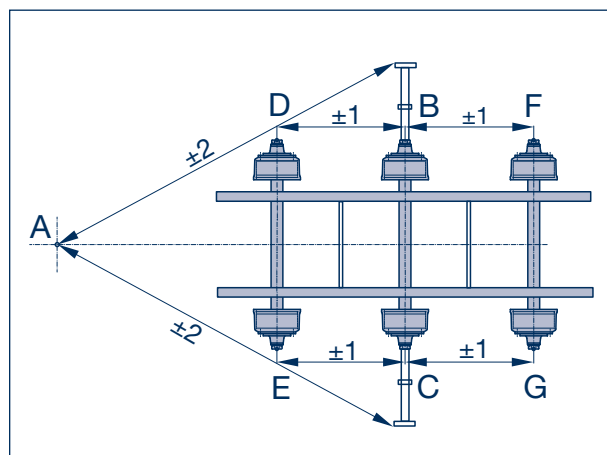
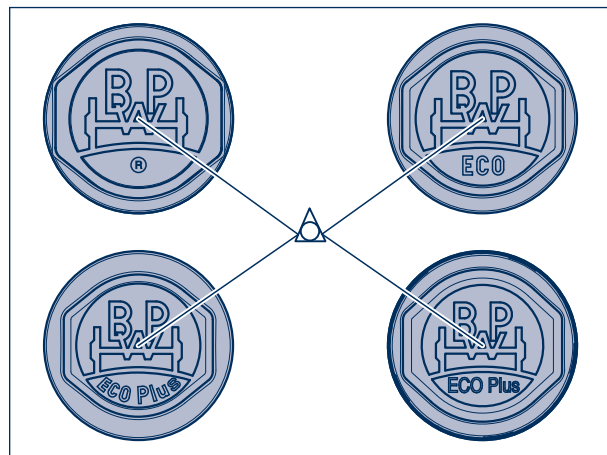

Рисунок 5
Рисунок 10
- [7] Выполнять измерения повторно, пока диагональные размеры А - В и А - С не будут одинаковыми (рисунок 5).
- [10] Измерить расстояние от исходной оси до следующей оси с помощью концов кернера, установленных в треугольниках колпаков колес (рисунок 10) или в фасках цапф оси в случае старых колпаков; допуск: ± 1 мм (рисунок 5).